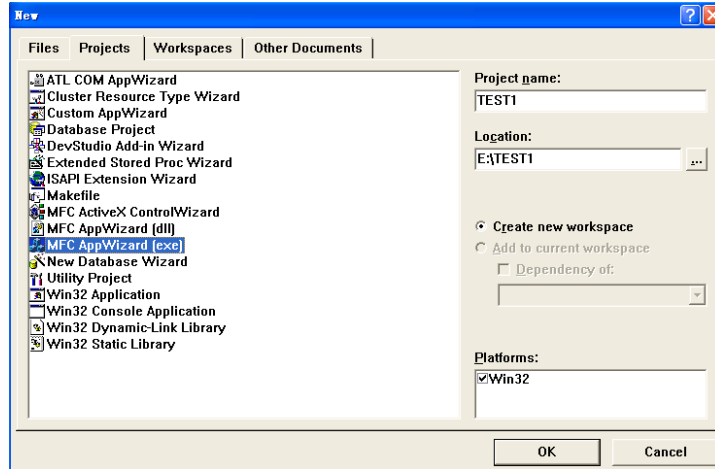

图 7-7 创建新工程
- (4) 选择工程保存路径，如：E:\；
(5) 输入工程名,如：test1。如图 7-7: